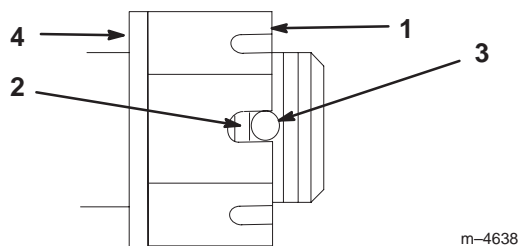

Figure 50
3. Serrez l'écrou crénelé à 169 Nm (Fig. 50).
4. Mesurez l'espace entre la base de la fente de l'écrou et le bord intérieur du trou. On ne doit pas voir plus de deux filets (Fig. 50).
5. Si plus de deux filets sont visibles, enlevez l'écrou et placez une rondelle entre le moyeu et l'écrou (Fig. 50).
6. Serrez le boulon crénelé à 169 Nm (Fig. 50).
7. Serrez l'écrou jusqu'à ce que le jeu de fentes suivant soit en face du trou de l'axe (Fig. 50).